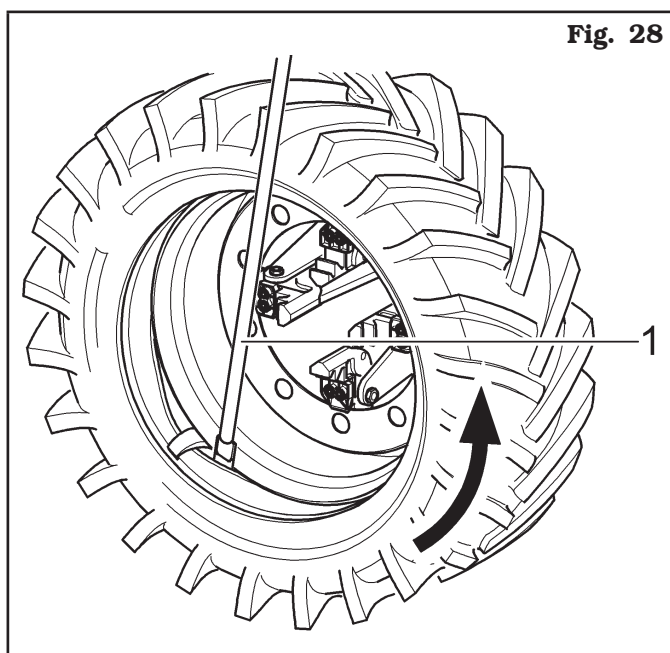

Fig. 28
- Introducir la palanca (**Fig. 28 ref. 1**) entre llanta (**Fig. 28 ref. 2**) y talón (**Fig. 28 ref. 3**) en el lado derecho del útil.
- Manteniendo presionada la palanca, bajar la rueda hasta llevar el borde de la llanta a una distancia de aproximadamente 5 mm (0.2") del útil de gancho, luego girar el mandril en el sentido contrario a las agujas del reloj manteniendo presionada la palanca (**Fig. 28 ref. 1**) hasta completar la salida del neumático de la llanta.